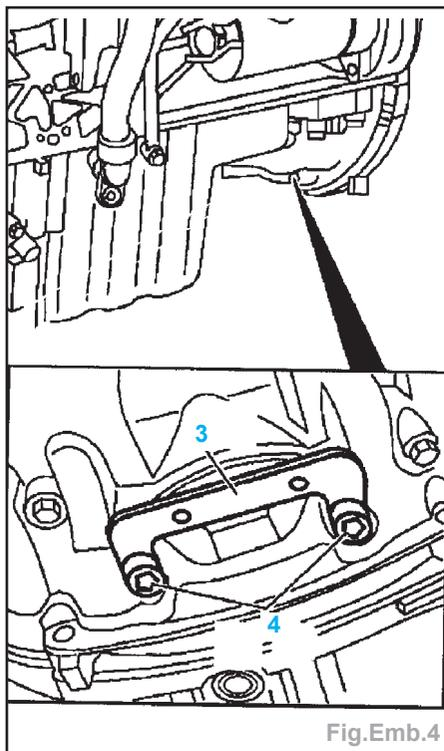

Fig.Emb.4
- Poser le dispositif de blocage (3) du volant moteur (Fig.Emb.4).